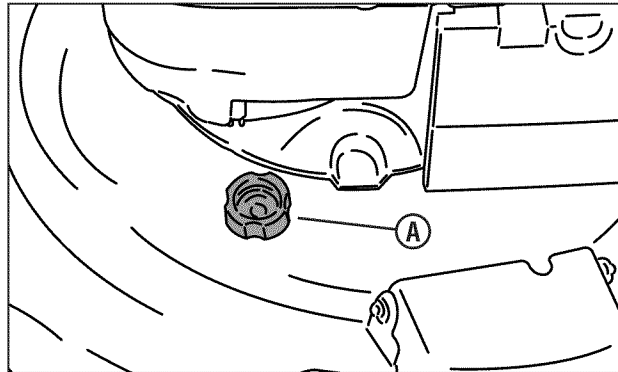

Figura 17: Puerto de deslave
5. Conecte el extremo macho de una manguera estándar con el conector del puerto de deslave (**A, Figura 17**).